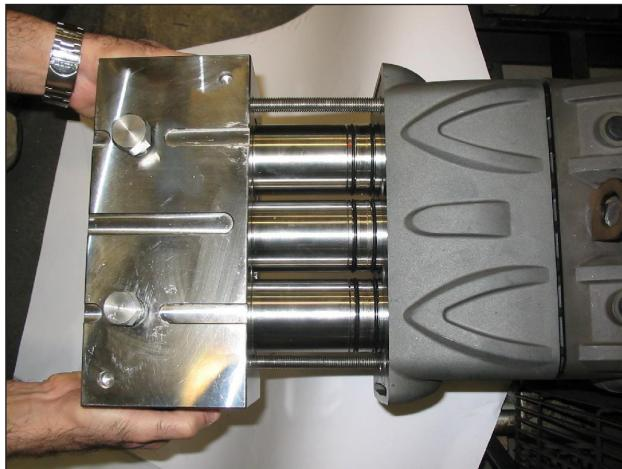
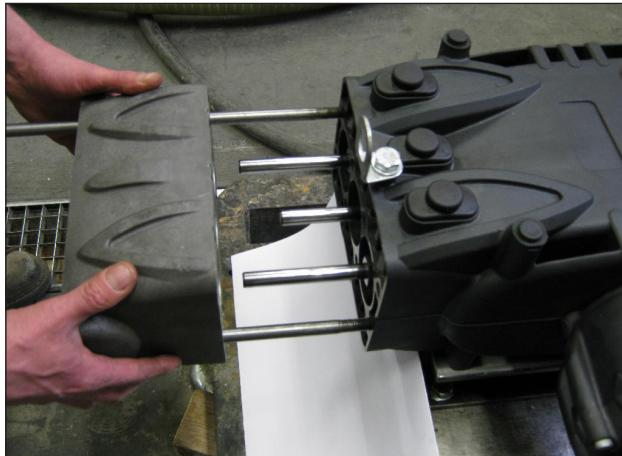

Fig. 37
Fig. 38
- Desmontar la cabeza y el distanciador de las camisas del cárter de la bomba como se indica en la Fig. 37 y la Fig. 38.
- Desmontar la cabeza y el distanciador de las camisas del cárter de la bomba como se indica en el apart. 2.2.1 Fig. 37 y Fig. 38.